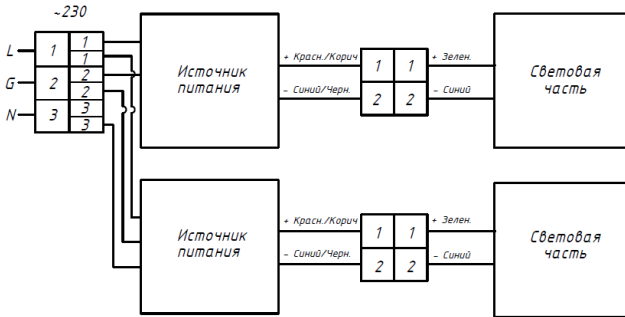

Рисунок 3
- для прожекторов с ассиметричной кривой силы света направление тах. силы света указано стрелками на торцовых крышках (рис. 3).